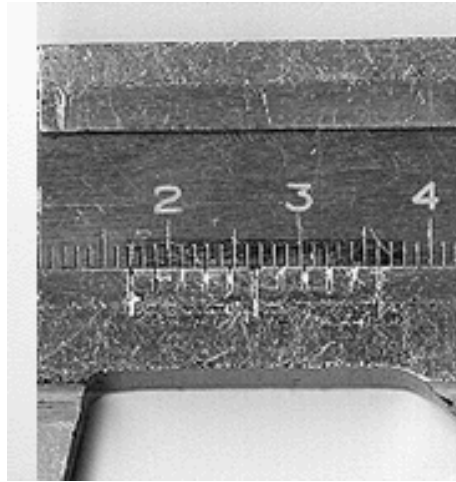

Рис.3. Шкалы штангенциркуля.
1. по числу на основной шкале, напротив которого остановился ноль нониусной шкалы, определяют длину тела в миллиметрах (на рис.3 она равна 17 мм);
2. определение остатка в десятичных долях миллиметра производится по числу на нониусной шкале, с которым точно совпало какое-либо деление основной шкалы (на рис.3 он равен 0.3 мм);
3. Чтобы рассчитать величину зазора, надо к показанию основной шкалы прибавить показание нониусной шкалы (на рис.3 — 17.3 мм).